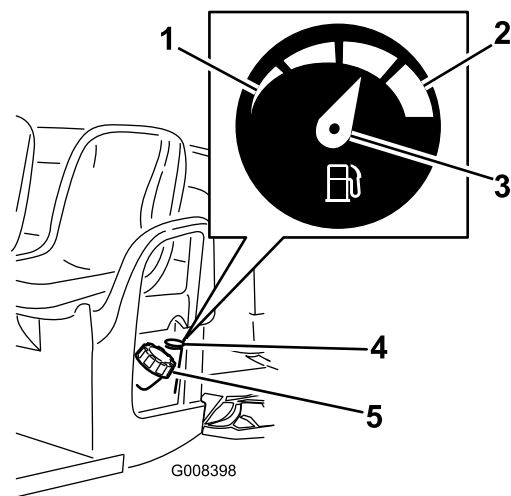

Figura 10
2. Pulite intorno al tappo del serbatoio del carburante (Figura 10).